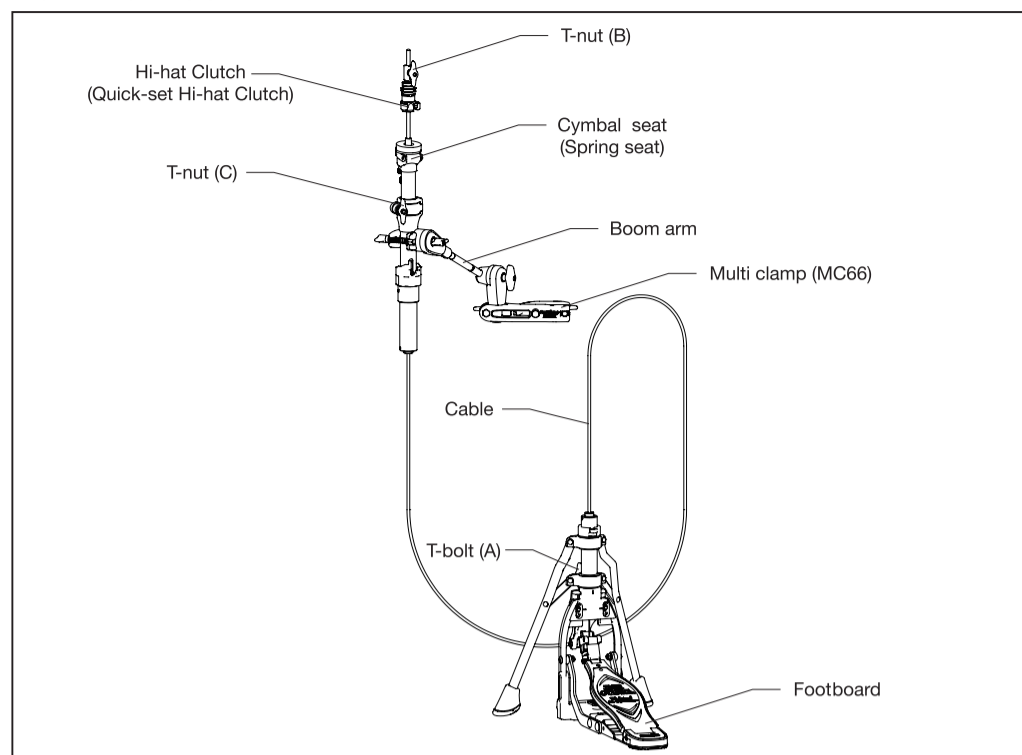
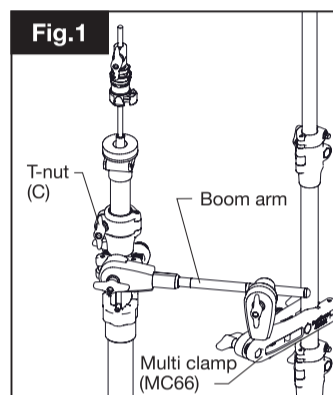
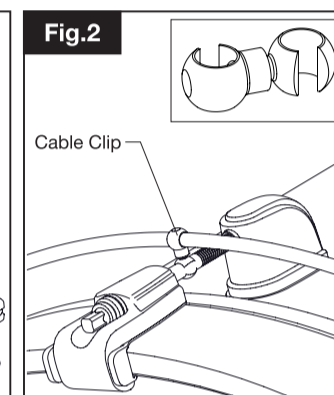

Fig.1
Fig.2
Fig.3
2. Loosen the T-bolt (A), extend the two legs outward, and stand the footboard on the floor.
3. Attach the included MC66 multi-clamp to an existing stand. Then, attach the mounting boom arm to the MC66. Lastly, connect the upper section to the mounting boom arm. (Fig.1)
4. Loosen the T-nut (C) to adjust the height of the upper section.
5. Using the included cable clip, you can attach the cable on a tension bolt (Fig.2). You can also wrap the cable around the pipe of your existing stand as shown in Fig.3.
6. To remove the hi-hat clutch from the upper pull rod, loosen the T-nut (B). Then, set the bottom hi-hat cymbal on cymbal seat.
3. 本体のパイプ部、高さ調整ジョイントの下方をラチェットアームのクランプ部に取り付けます。マルチクランプ (MC66) をシンバルスタンド等にセットして、本体を取り付けたラチェットアームを差し込んで固定します(図1)。クランプやラチェットアームを操作することで、様々な角度にセットできます。お好みのポジションになるように調整ください。
5. ケーブルとドラム本体との接触による不要なノイズを防ぐために、付属のケーブルクリップを使って、ケーブルをバスドラムのテンションボルトに固定する事が出来ます(図2)。また、図3のように付属のマジックテープでケーブルをスタンド類に固定する事も出来ます。